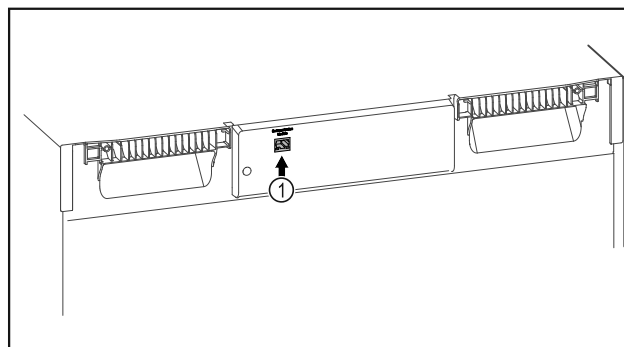

Fig. 95
- ☐ Założono SmartModule Fig. 95 (1).